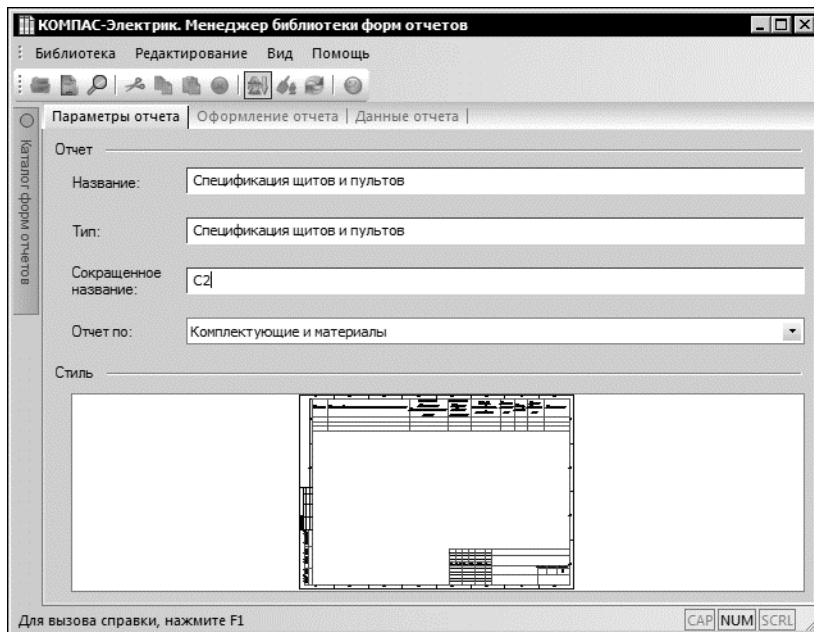

Рис. 14.1. Вкладка **Параметры отчета**
- ▼ **Параметры отчета** (рис. 14.1 на с. 242),
Ввод общих сведений об отчете (название и тип документа, тип данных, отображаемых в отчете) осуществляется во вкладке **Параметры отчета** диалога заполнения формы (рис. 14.1 на с. 242). В окне просмотра, находящегося на этой вкладке можно посмотреть выбранный стиль оформления первого листа документа и заголовок («шапку») отчета.